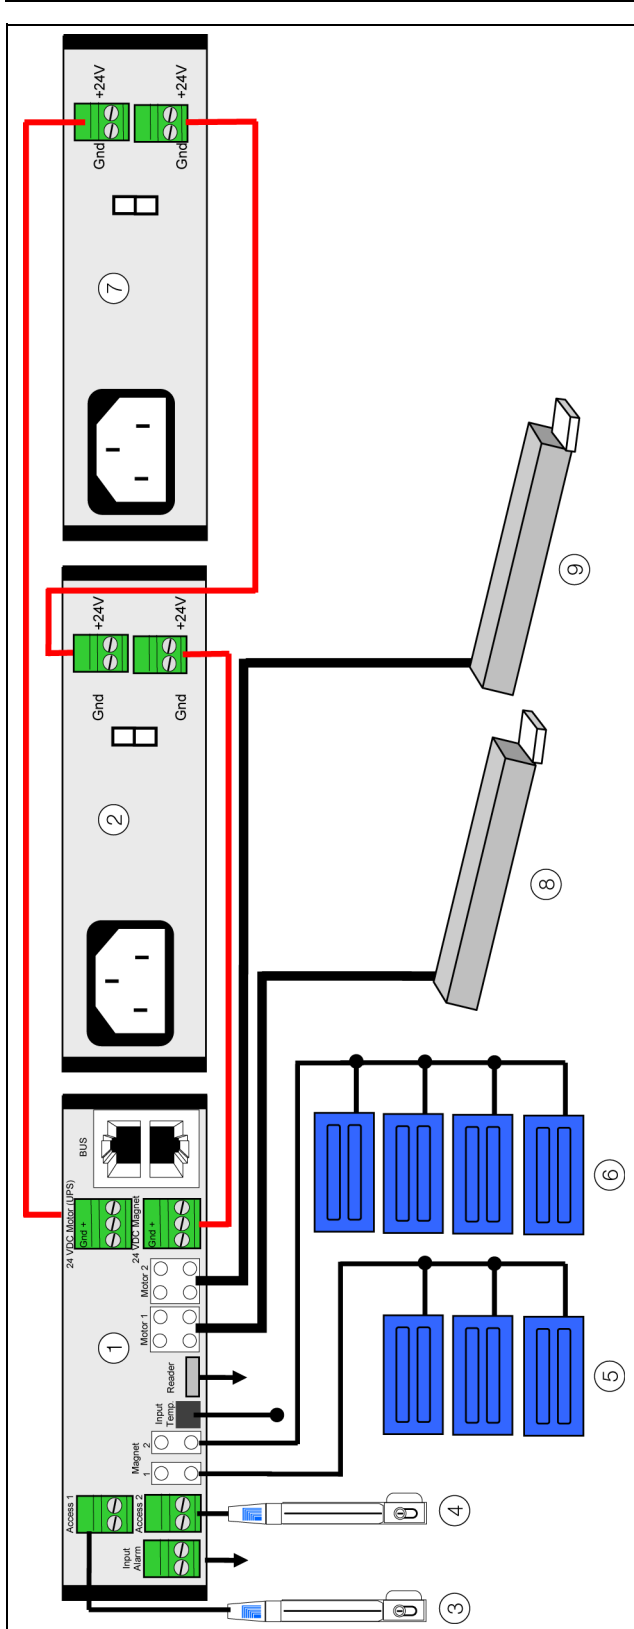

Abb. 11: Anschluss der Door Kit Extension
- Verbinden Sie abschließend die beiden Netzteile jeweils über den nicht verwendeten Anschluss der Spannungsversorgung miteinander (Abb. 11).